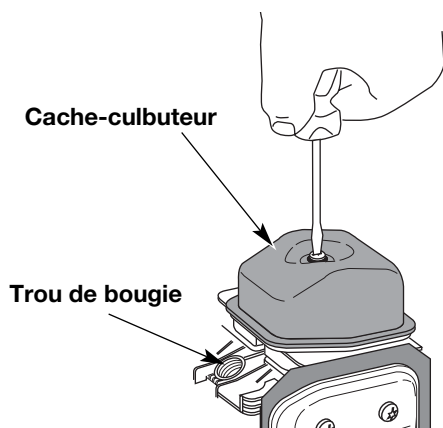

Fig. 25
6. Nettoyez toute saleté autour du cache-culbuteur. Retirez la vis retenant le cache-culbuteur à l'aide d'un tournevis à lame plate large ou à mèche no. T-25 Torx (Fig. 25). Enlevez le cache-culbuteur et le joint.